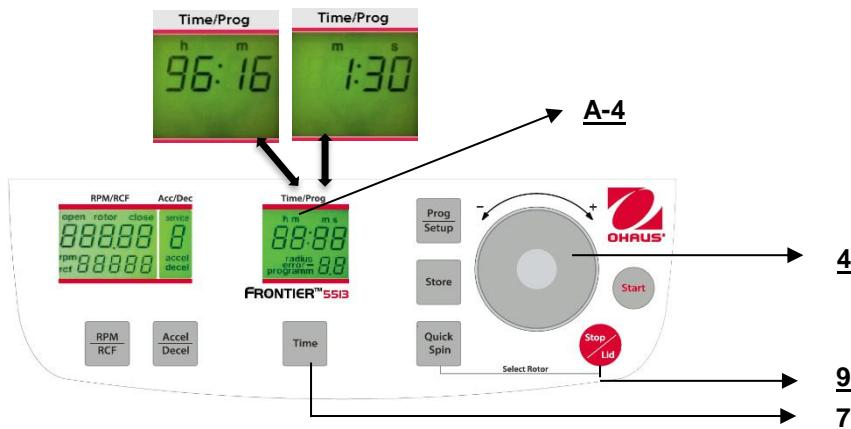

Figura. 17
3. La operación continua "cont", que puede interrumpirse con el botón "Stop/Lid"(9) (vea la Figura 17).
La pantalla siempre muestra el tiempo de operación restante. (Vea la figura 17.)